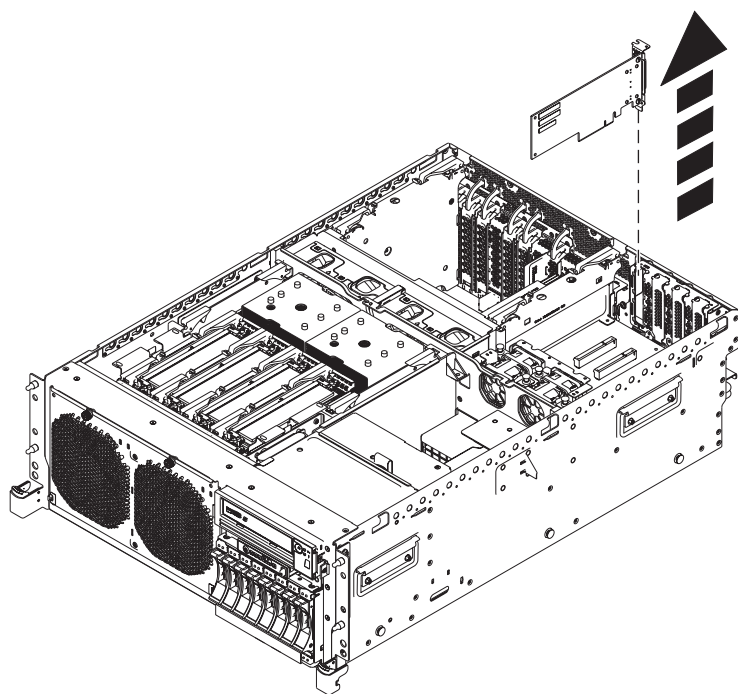
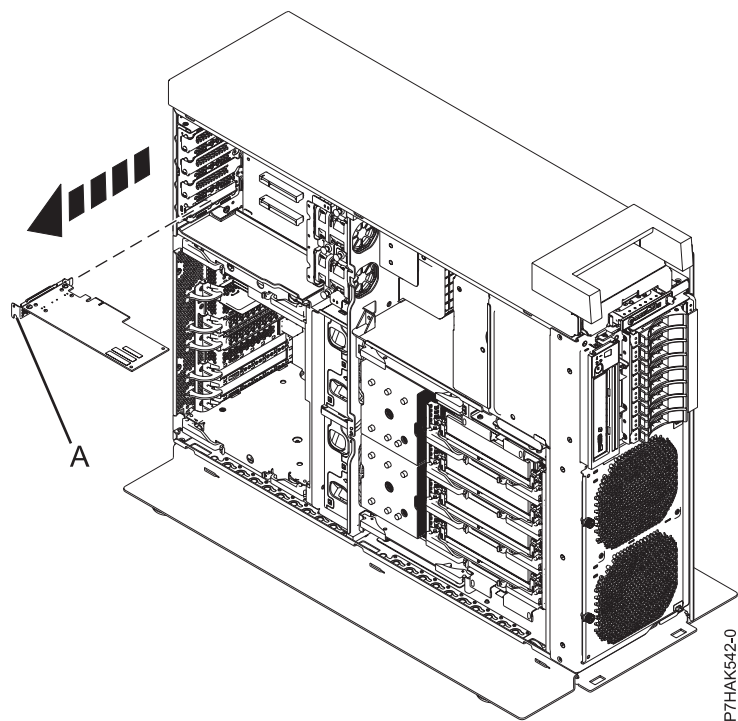

Figura 9. Extracció d'un adaptador PCI d'una targeta d'expansió en un sistema muntat en bastidor
Figura 10. Extracció d'un adaptador PCI d'una targeta d'expansió en un sistema autònom
13. Si el sistema té una targeta d'expansió, podeu treure l'adaptador PCI de perfil baix de la ranura, tot estirant-lo per la contrapunta (A), com es mostra a la Figura 9 a la pàgina 13 and Figura 10 a la pàgina 13.